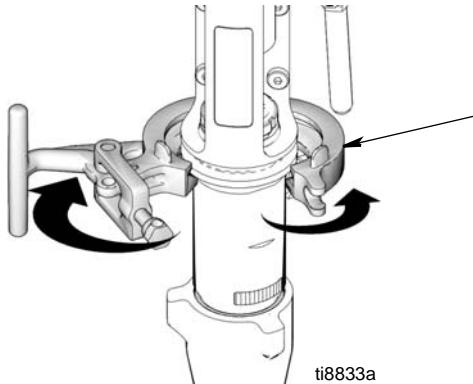

FIG. 17
7. (Fig. 17) Afmontér stiften.